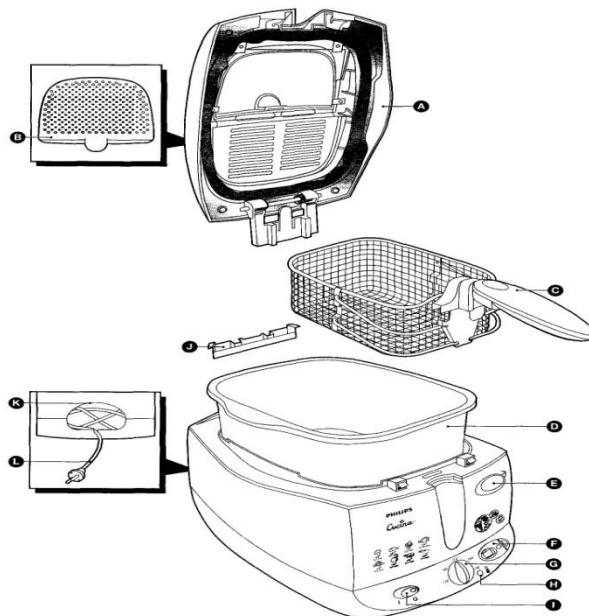

Рис. 3.12. Фритюрница Philips Cucina
Фритюрница Philips Cucina предназначена для одновременного обжаривания продуктов весом не более 1,5 кг и имеет крышку (А) с устройством для её отсоединения (Е), объёмный фильтр (В), корзину для обжаривания (С), съёмную ёмкость (D), поддон для сбора водного конденсата (J) и панель управления, на которой находится ручка терморегулятора (G), световой индикатор (H), переключатель «вкл./выкл.» и съёмный цифровой таймер (F). На задней панели корпуса фритюрницы расположен сетевой шнур (L) с приспособлением для его хранения (K) (рис. 3.12).